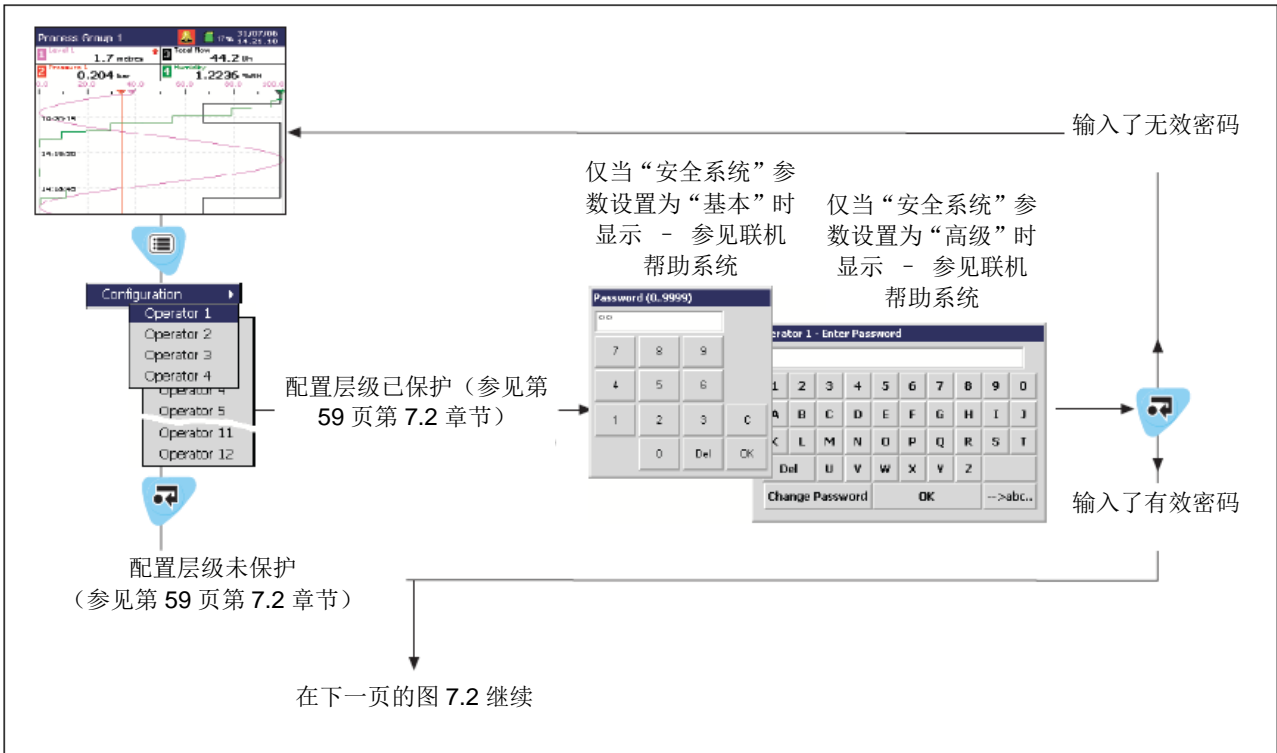
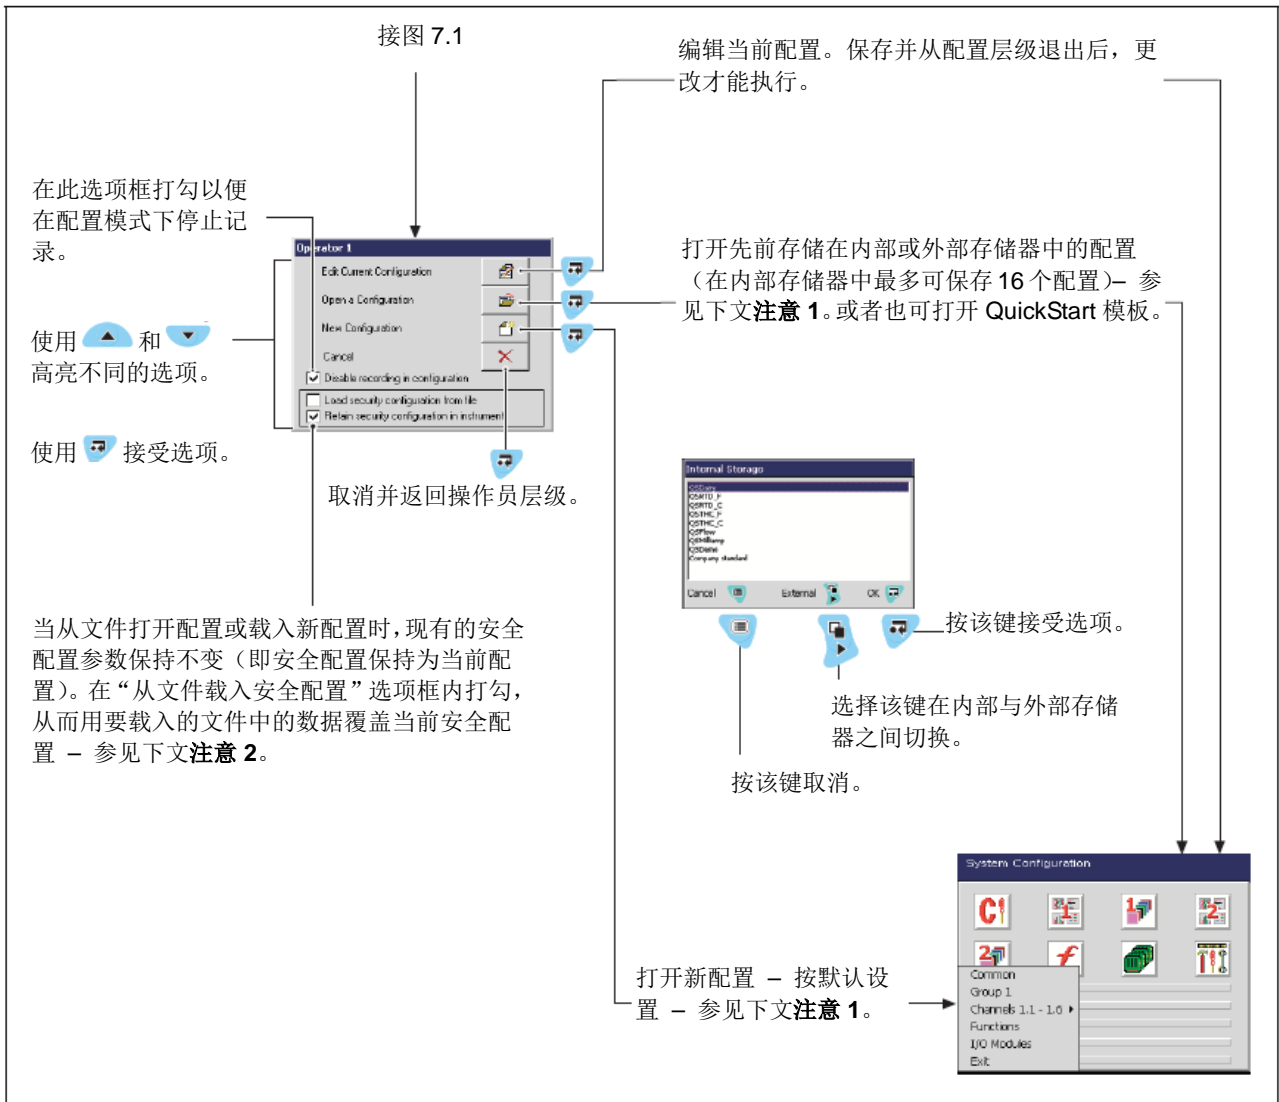

图 7.1 访问配置层级
图 7.2 访问配置层级
在输入正确的密码之前无法访问配置层级 - 参见第 60 页图 7.1 与第 61 页图 7.2。
1. 访问配置层级 – 参见第 60 页图 7.1 和第 61 页图 7.2。
2. 访问配置层级 – 参见第 60 页图 7.1 和第 61 页图 7.2。